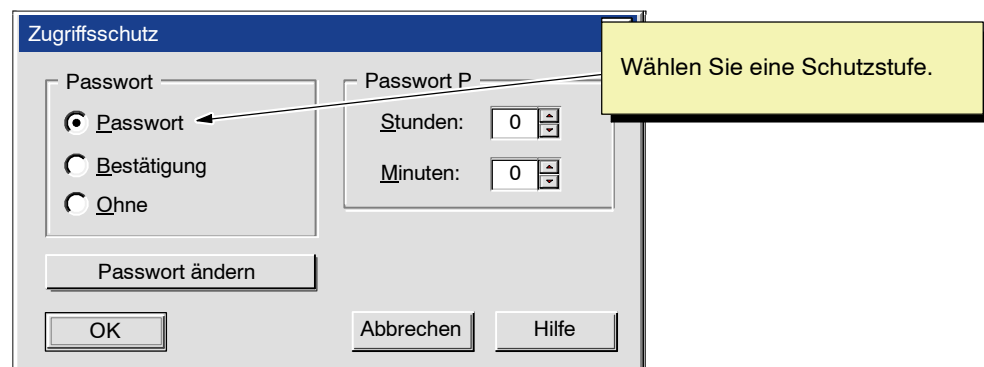

Bild 4-20 Einrichten des Zugriffsschutzes für WinLC RTX
3. Wählen Sie im Dialogfeld "Zugriffsschutz" (siehe Bild 4-20) die Option "Passwort" (Schutzstufe).